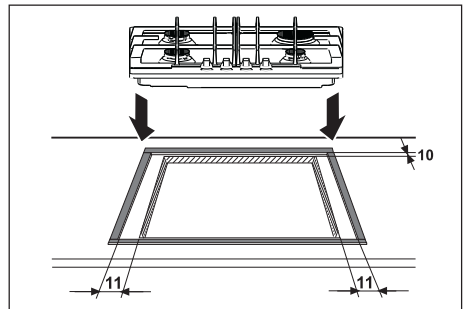

Abb. 12
- bringen Sie die spezielle mitgelieferte Dichtung auf dem Rand der Vorderseite der Einbauöffnung, 11 mm von den Seitenrändern bzw. 10 mm vom hinteren Rand an, wobei darauf zu achten ist, dass die Enden genau aufeinander passen und sich nicht überlappen (siehe Abb. 12);